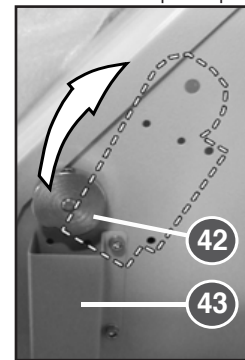
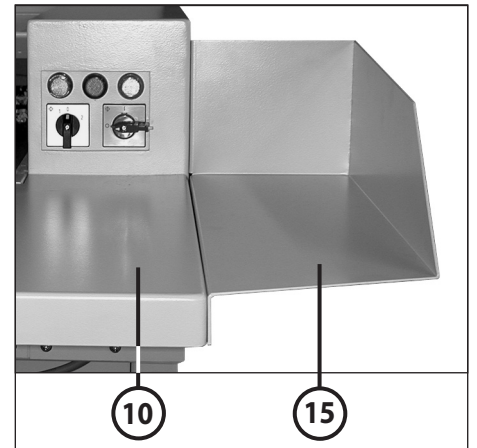
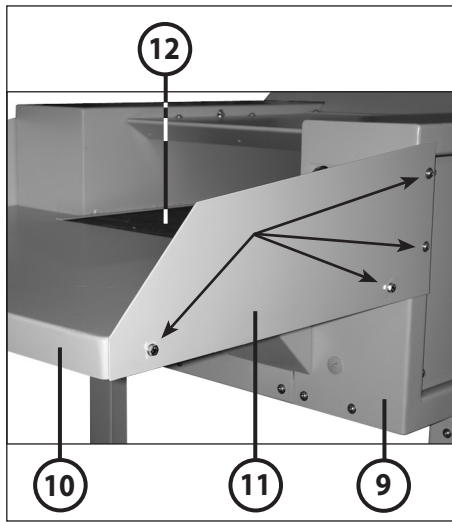
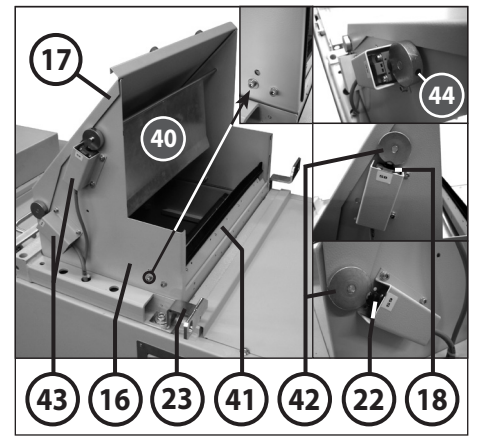

fig. 24
fig. 5
fig. 4
fig. 6
11 = Chapa protectora (fig. 4)
15 = Chapa protectora angular (fig. 5) (optional)
18 = Interruptor de fin de carrera S8 (fig. 6 y 7)
22 = Interruptor de fin de carrera S9 (fig. 6 y 7)
40 = Tapa de mando (fig. 6)
41 = Listón de cepillos (fig. 6)
42 = Leva de mando (fig. 6 y 24)
43 = Cubierta de interruptor (fig. 6 y 24)
44 = Tornillo prisionero (fig. 6)
CHAPA PROTECTORA ANGULAR (15) (fig. 4 y 5):
Si fuera necesario, se puede ampliar la superficie de apoyo aplicando dos chapas protectoras angulares (15) (fig. 5) en lugar de las dos chapas protectoras (11) (fig. 4) (ver también en apartado "ACCESORIO ESPECIAL")
- Destornillar los 4 tornillos con arandelas en la pared lateral de la carcasa (9) a la izquierda y derecha resp., así como en la mesa (10) (ver flechas fig. 4).
- Retirar ambas chapas protectoras (11) y apretar ambas chapas protectoras angulares (15) empleando los tornillos y arandelas destornillados anteriormente en la pared lateral de la carcasa (9) a la izquierda y derecha así como en la mesa (10).
MONTAJE DEL EMBUDO (16) (fig. 6):
- Aflojar el seguro de transporte (conector) en la tapa de expulsión (25) y orientar la tapa hacia abajo.
- Retirar el embudo (16) de la cámara de compactación, como se muestra, colocar sobre la apertura de alimentación y, empleando desde dentro los 7 tornillos de hexágono interior M6x12, fijar a la prensa.
- Girar el listón de cepillos (41) del embudo (16) a la posición vertical (el cepillo indica hacia arriba) y fijar en esta posición (utilizar la perforación inferior) empleando los dos tornillos de hexágono interior adjuntos M6x16 y arandelas en el embudo.
- Desmontar las dos cubiertas del interruptor (43). Aflojar el tornillo prisionero (44) en la leva de mando (42) de la tapa de mando (40) y retirar la leva de mando. Desmontar la tapa de mando (40), enchufar en los orificios para la posición de mando situada por encima en el embudo (16) y fijar de nuevo allí (fig. 24).